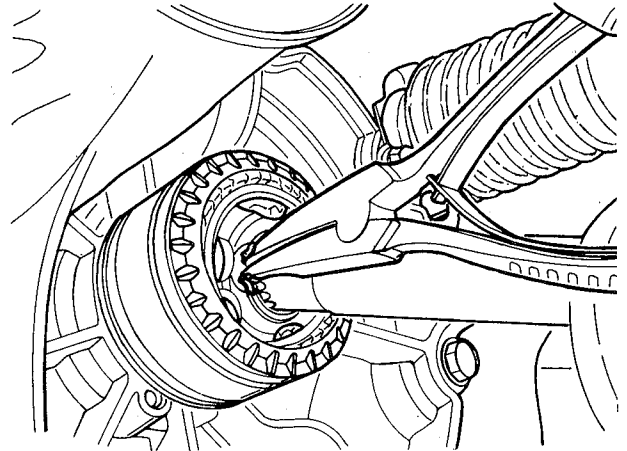

fig. 26
4. Remover a graxa da junta. Retirar o anel-trava entre a junta homocinética interna e a semi-árvore intermediária, com o auxílio de um alicate apropriado: separar o conjunto (fig. 26)